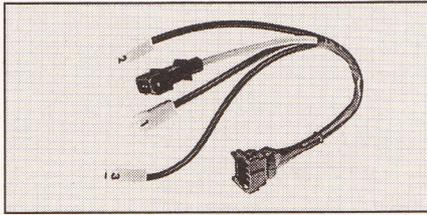

Fig. 4.122
V.A.G 1501 Cable de medición (Fig. 4.122).